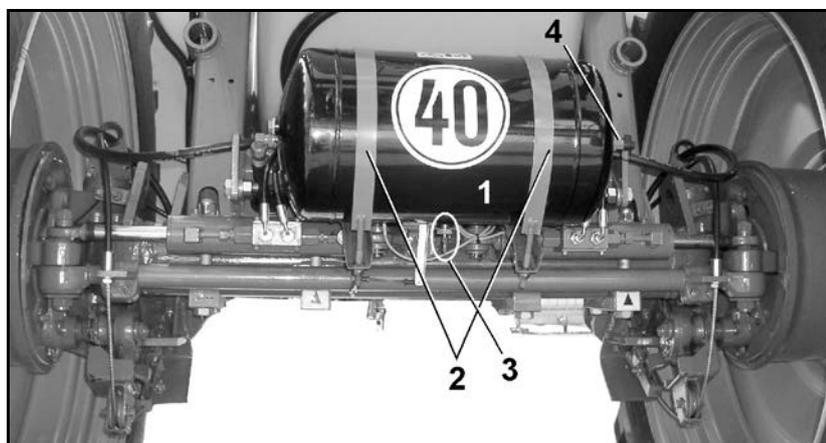

Рис. 169
1. Проверьте пылезащитные манжеты или гофрированные кожухи (Рис. 169/5) на наличие повреждений.